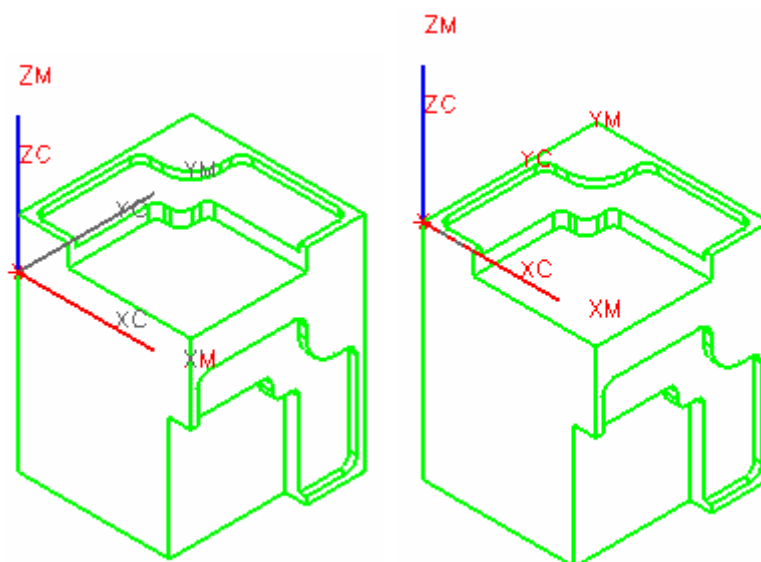

图 3-24
- 移动 WCS 到如图 3-24 右所示的位置。
- 单击 , 打开 MCS 定义对话框, 如图 3-26 右所示, 选择偏置 CSYS, 打开如图 3-27 所示的对话框, 定义 MCS 与 WCS 重合, 单击 OK, 再单击 OK 完成 MCS 定义, 如图 3-24 右所示。